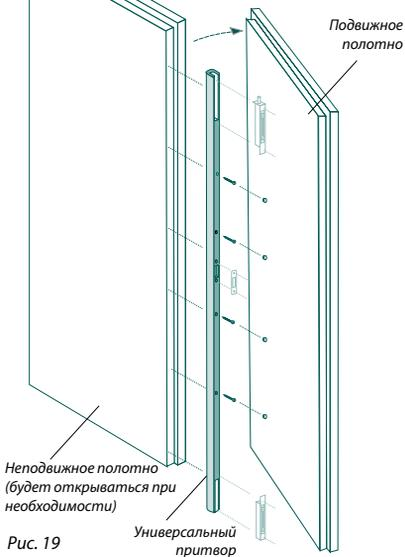

Рис. 19
4.5.1 Прикрепите универсальный притвор к дверному полотну, которое при эксплуатации будет неподвижным (открывается при необходимости), саморезами. Рис. 19.